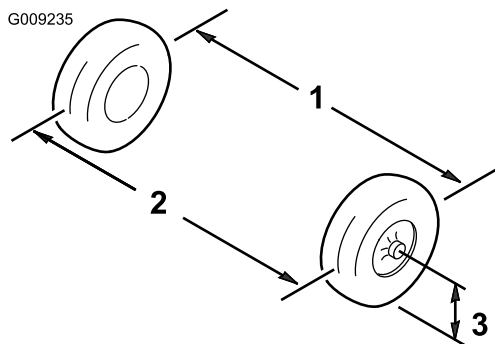

Figura 48
2. Meça a distância entre os pneus dianteiros à altura do eixo na zona dianteira e traseira dos pneus dianteiros (Figura 48).